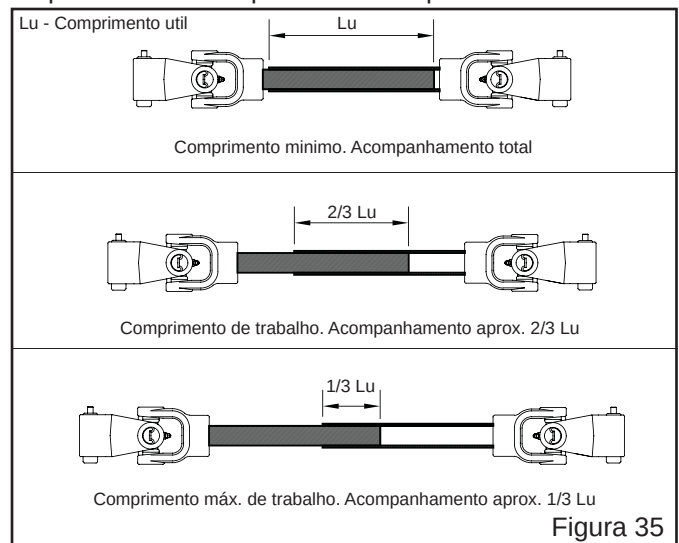

Figura 35
g) Recomenda-se que, a máquina deslocando-se em linha reta, a área de contato entre o macho e a fêmea deve ser de pelo menos de $\frac{2}{3}$ do comprimento do cardan fechado (medida L – Figura 35), em condições críticas, ao fazer curvas fechadas, esta medida não pode ser menor que $\frac{1}{3}$ do comprimento.